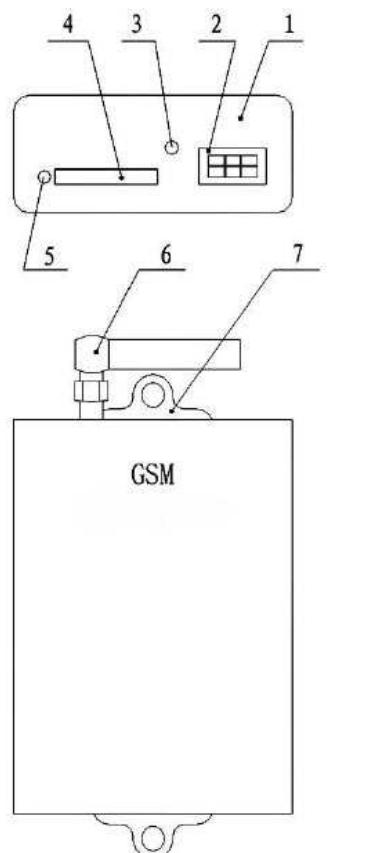

Рис. 12
5.5.1 Внешняя конструкция приёмника представлена на Рис. 12.